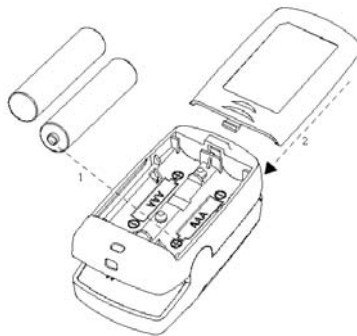

Figure 2 Installation des piles
1. Se référer à la Figure 2, introduire correctement deux piles AAA dans le compartiment pour piles.